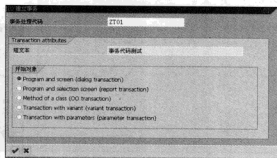

图 14-16 “建立事务”对话框
STEP 2 在“事务代码”框中输入要创建的事务代码，例如输入“ZT01”，然后单击“Create”按钮，弹出“建立事务”对话框，如图 14-16 所示。